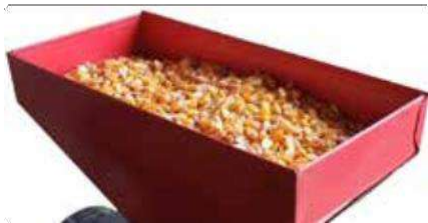

Fig.12
- Fixez le sac de collecte avec les crochets spéciaux (5) à la sortie (4) au fond du moulin ;
- Alimentez le moulin à travers le réservoir d'alimentation (1) directement à partir d'un bol, d'un seau ou d'un sac de grain - **évitiez d'alimenter à la main** Fig.12.